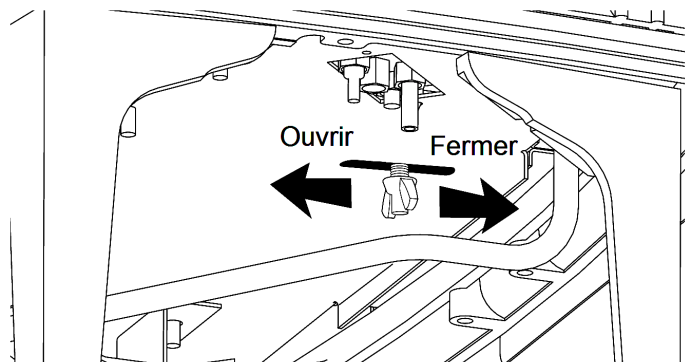

Figure 22. Repérez et retirez complètement l'écrou à oreilles de l'obturateur d'air, sous le côté droit du poêle.
6. Retirez la vis à oreilles de l'obturateur d'air, située sous le côté droit du poêle. Voir fig. 22.
19. **Ajustez l'obturateur d'air.** Vous devrez positionner l'obturateur d'air de façon à fournir un mélange air-gaz qui assurera la meilleure apparence des flammes pour votre installation. Commencez par ouvrir l'obturateur d'air à moitié en positionnant la tige de l'obturateur au milieu de la fente au bas du poêle. Voir les fig. 22 et 25. Poussez la tige vers l'arrière pour restreindre le débit d'air, ou tirez-la vers l'avant pour ouvrir l'obturateur et augmenter le débit d'air. Avec l'expérience, vous trouverez la position de l'obturateur qui convient à votre installation.